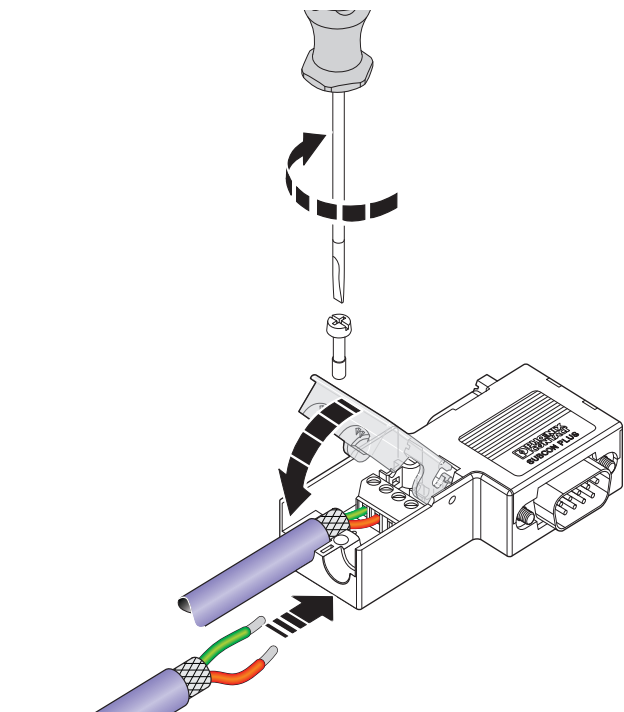

Bild 22 Anschluss
- Die weiterführende Busleitung wird immer an die Klemmenanschlüsse 2A/2B angeschlossen (siehe Bild 22). Beachten Sie dabei die farbige Bedruckung der Anschlussklemmen.